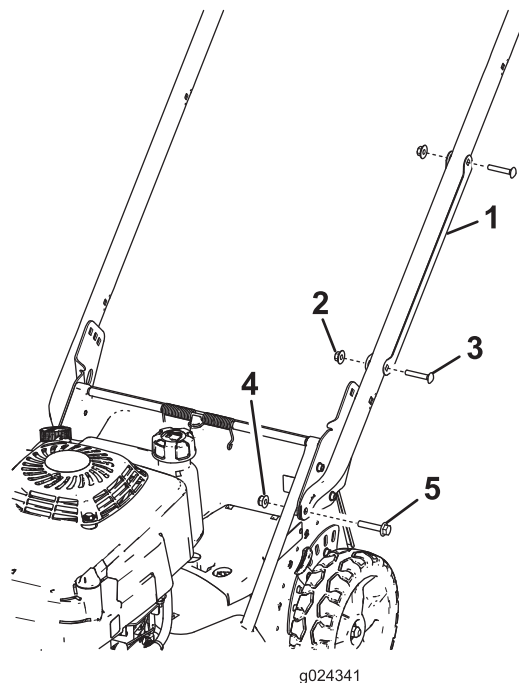

Bild 3
1. Entfernen Sie die zwei Schlosssschrauben und zwei Sicherungsmuttern, mit denen der Kabelschutz am Bügel befestigt ist, um den Kabelschutz abzunehmen (Bild 3).
zwei Bundmuttern (5/16") am Mähergehäuse, wie in Bild 3 abgebildet.
7. Legen Sie die Kabelschutzvorrichtung so auf den Bügel, dass die **Kabel in der Schutzvorrichtung** verlaufen, und befestigen Sie die Schutzvorrichtung mit den vorher entfernten zwei Schlossschrauben und zwei Sicherungsmuttern am Bügel (Bild 3).